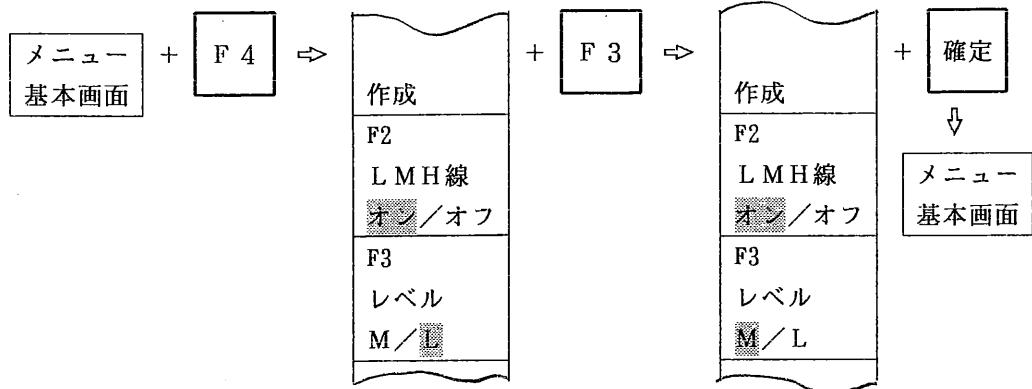

図9.3.12 L検出レベルからM検出レベルへの切替えの手順
- ① 選択キー[F 4]を1回押すと図9.3.12の選択メニューが表示されます。このメニューの[F 3]の項を見ると、[L]の部分にカーソルがあります。
- ② [M]に切り替える場合には、選択キー[F 3]を1回押します。カーソルが[M]に移りますからそれを確認して確定キーを1回押します。